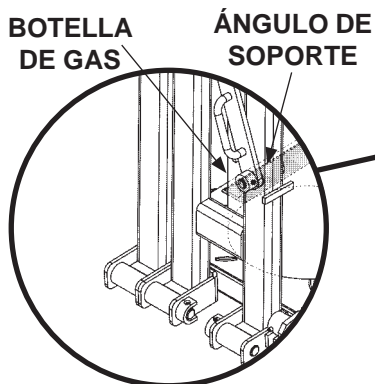

FIG. 24-1B
1. Coloque toda la carga tan cerca como sea posible del borde interno de la plataforma hacia el vehículo como se muestra en la **FIG. 24-1**. Asegúrese de que la carga descansa en la barandilla de la plataforma (**FIG. 24-1**) y el ángulo de soporte (**FIG. 24-1B**).